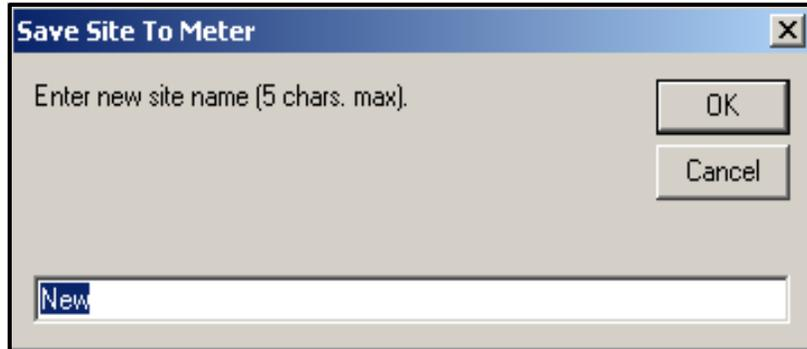

Figura 53: Ventana de introducción del nombre del emplazamiento
2. Se abre una ventana similar a la de la Figura 53. Introduzca el nombre deseado y haga clic en [OK].